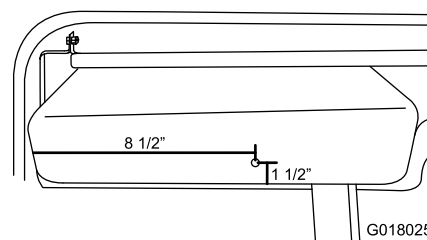

Figura 20
- Praticate un foro (5/16") nel vano portaoggetti a una distanza di 216 mm a sinistra e 38 mm dal fondo (Figura 20).